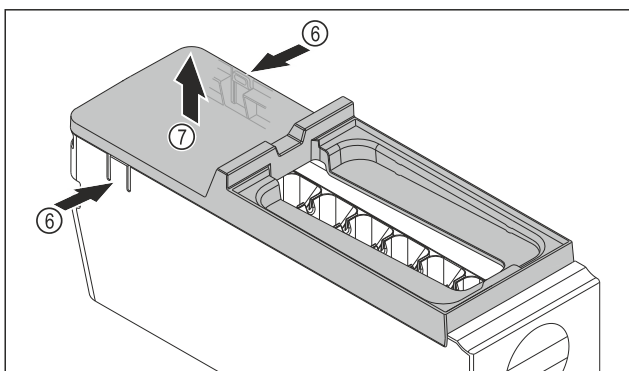

Fig. 137
- ▶ Изваждане на капака на корпуса на EasyTwist-Ice: Натиснете езичетата Fig. 137 (6) от двете страни на корпуса на EasyTwist-Ice с една ръка.
- ▶ С другата ръка извадете капака Fig. 137 (7) нагоре.